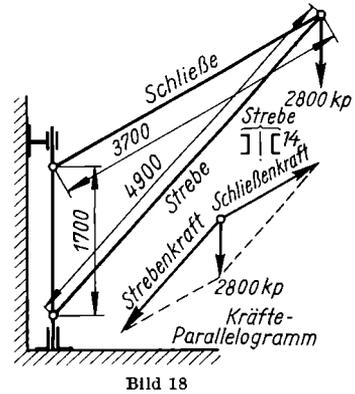

Bild 18
36. Der Drehkran nach Bild 18 trägt am Auslegerkopf die Last 2800 kp (einschließlich Eigengewichts). **a)** Welche Kräfte wirken in der Strebe und in der Schließe ? **b)** Welche Druckspannung tritt in der Strebe auf, die aus zwei parallelen Stählen [14 besteht ? **c)** Welchen Durchmesser müssen die beiden Stabstahlstangen aus St 37, aus denen die Schließe gebildet ist, erhalten bei einer zulässigen Zugspannung von 600 kp/cm^2 ? **d)** Wie groß ist die tatsächliche Sicherheit bei den Stabstahlstangen ?